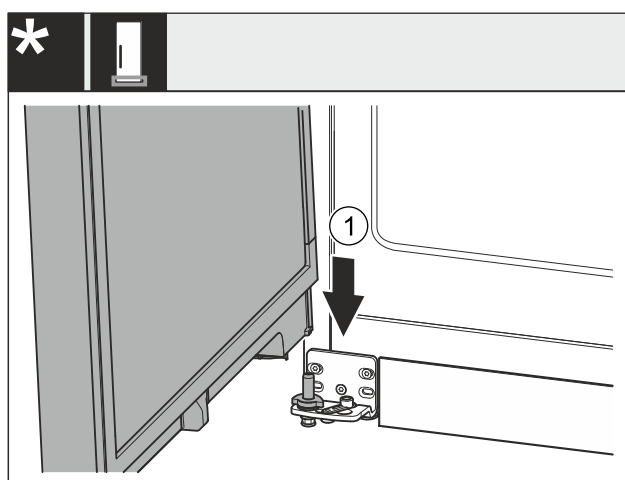

Fig. 30
- Dveře nasad'te shora na dolní ložiskový čep Fig. 30 (1).